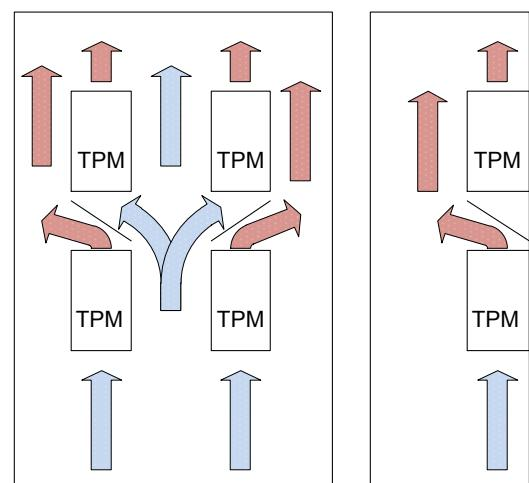

Рис. 10
* При температуре выше + 35 °С требуется запас по току, см. рис. 10
- При установке регуляторов друг над другом между ними должно быть не менее 15 см свободного пространства и дополнительно установлен дефлектор для отвода горячего воздуха (см. рис. 10).